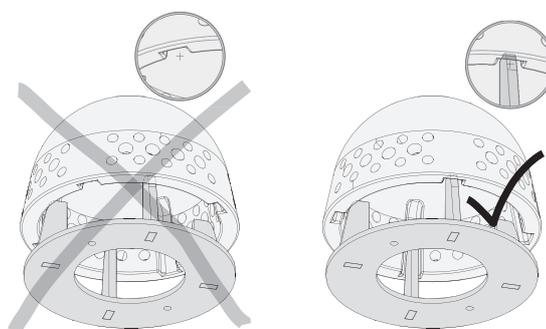

Fig. 44 Monter la broche d'air primaire
- ▶ Important: Les rainures doivent s'enclencher dans l'ergotage – Fig. 44.